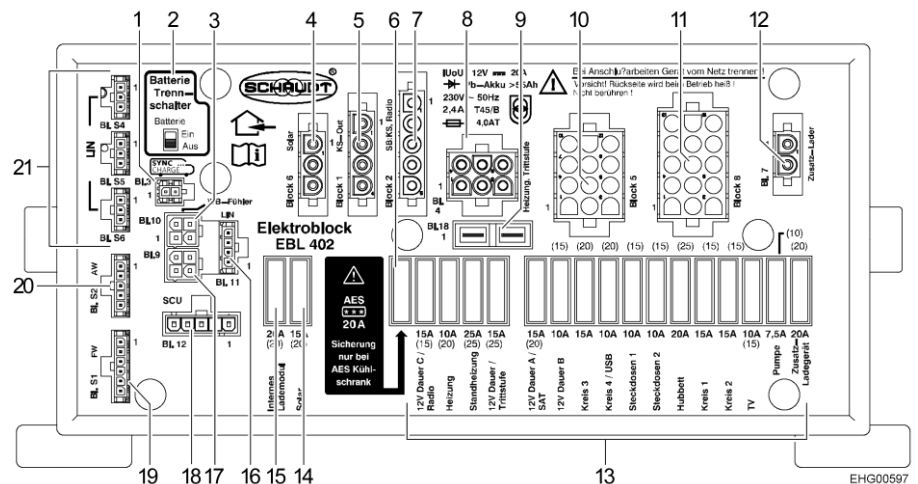

Bild 143 El-block (EBL 402)
- Skjut batteri-brytaren (Bild 143,2) på el-blocket EBL 402 till läget "Aus" (av).
- Skjut batteri-brytaren (Bild 143,2) på el-blocket EBL 402 till läget "Ein" (på).